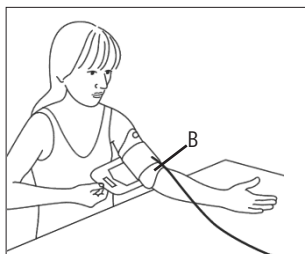

Fig. 2
- La abertura B (véase fig. 2) en el manguito, frente a la anilla de agarre, debería quedar en la flexura del codo. El tubo de aire deberá estar centrado sobre la cara interior del codo en dirección a la mano.